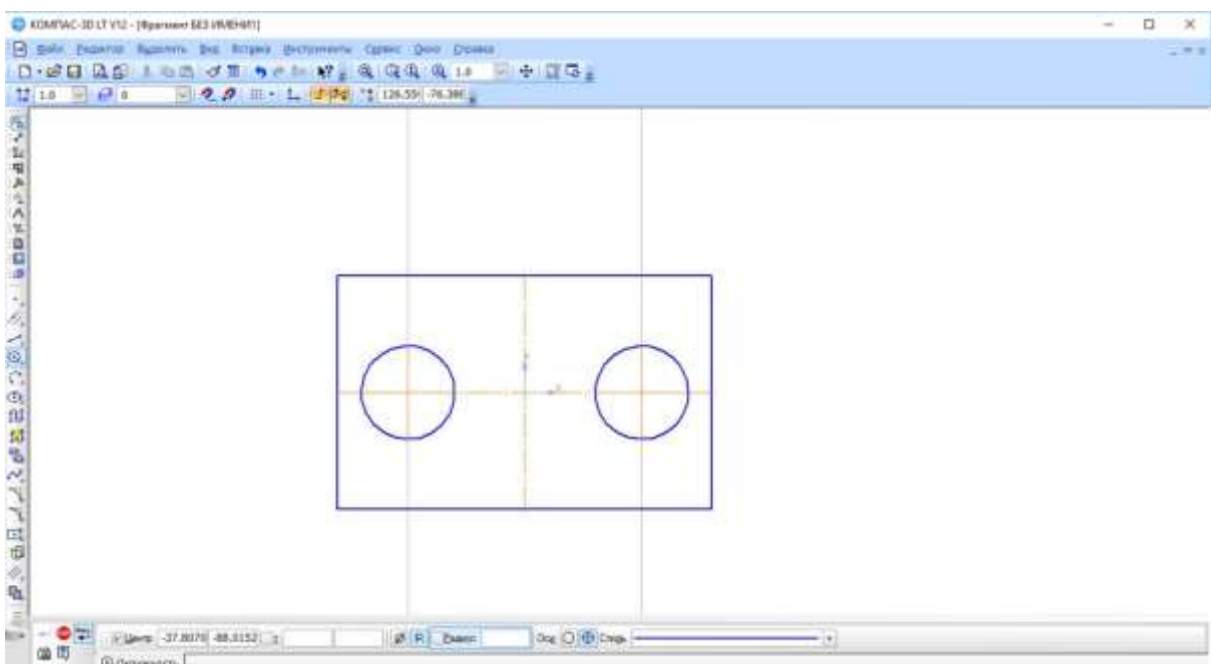

Рис. 4.8
- Аналогичным образом постройте вторую окружность (рис. 4.8).